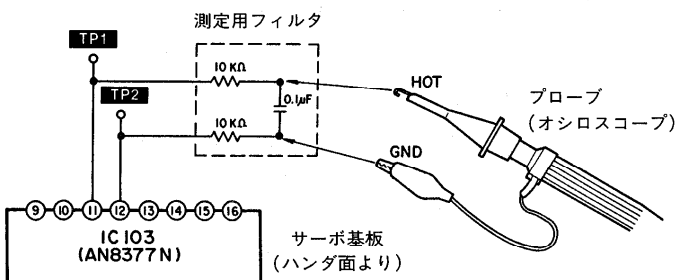

図 1
- 測定用フィルタ (図1 参照)
注：サーボ基板のハンダ面へのオシロスコープのプローブの接続は、図1を参照してください。